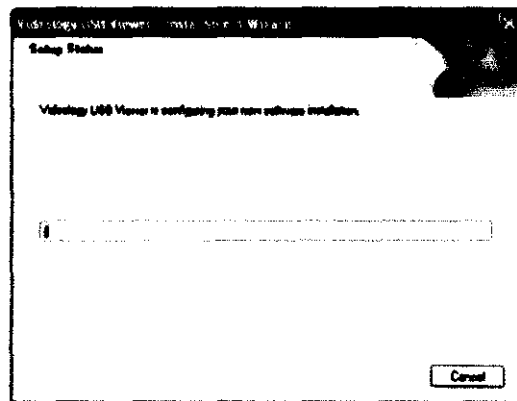

Figura 14
12. Espere a que se complete la instalación y continúe con el paso siguiente (véase la Figura 14).